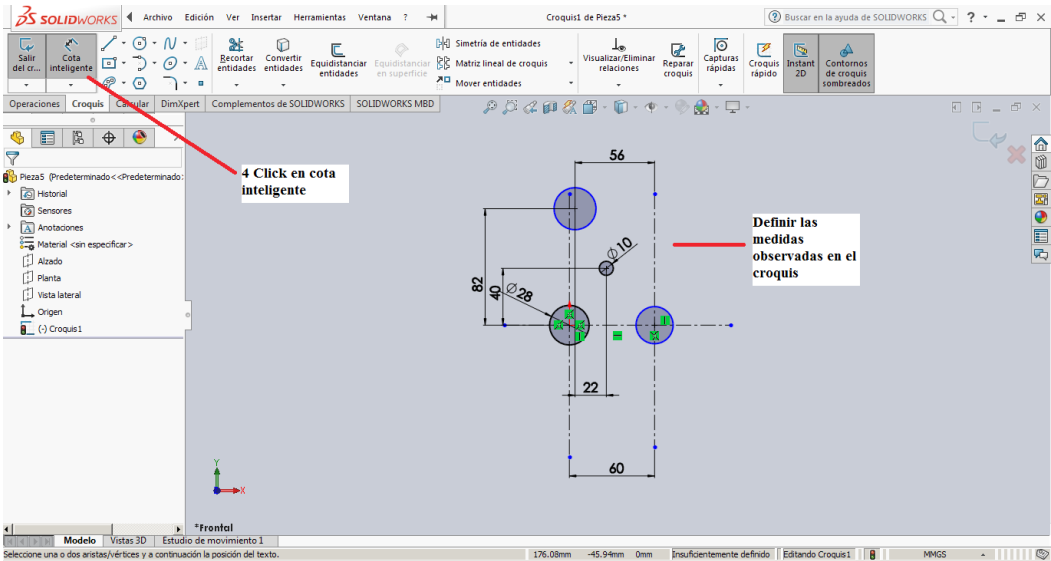

Figura 2-16
4. Click en **Círculo** y se establecen los cuatro croquis con las medias que se muestran en la figura 2-16.